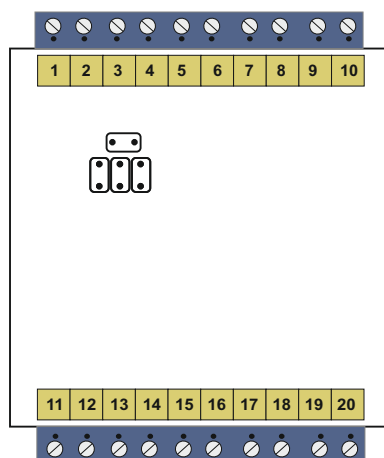

Рисунок 5
11.1 Для ідентифікації модуля в мережі, йому необхідно привласнити номер. Для надання номера необхідно відкрити корпус модуля, відкрутивши 4 кутові гвинти і певним чином встановити джампери на платі, що знаходяться в лівій верхній її частині (Рис. 5). Верхній горизонтальний джампер визначає групу номерів. Якщо джампер встановлений, то номери мережі змінюються від 1 до 8, якщо джампер не встановлений, номери модуля змінюються від 9 до 16.